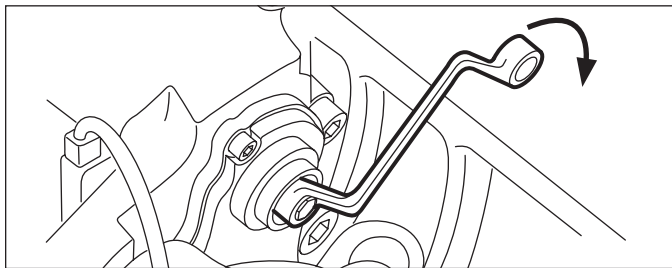

Figure 40 – Réglage du jeu fonctionnel
- 5.2.18 Avec une clé à œil 10mm, 6 points de prise, tourner l'adaptateur de cisaillement (61) **dans le sens horaire** jusqu'à ce que les plaquettes touchent le disque. N. B. : Ne pas utiliser une clé à fourche sous peine d'endommager l'adaptateur. (Cf. Figure 40.)